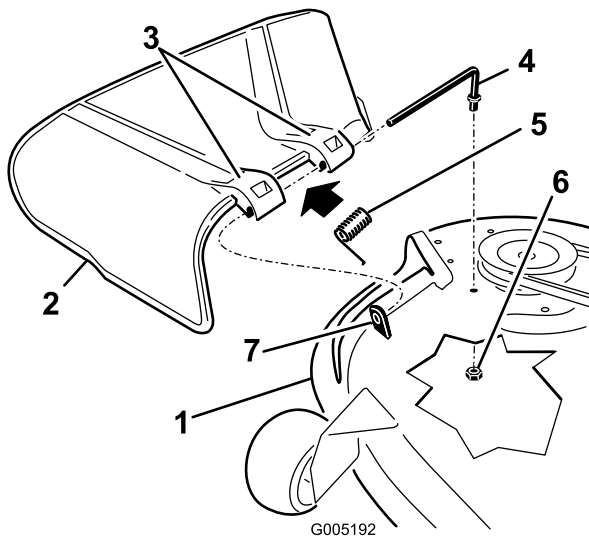

Figure 71
- Repérez les éléments illustrés à la Figure 71.
- Retirez l'écrou (3/8 pouce) de la tige, sous le plateau de coupe (Figure 71).
- Sortez la tige de la courte cheville de positionnement, du ressort et du déflecteur d'herbe (Figure 71). Déposez le déflecteur d'herbe s'il est endommagé ou usé.
- Remettez en place le déflecteur d'herbe (Figure 71).
- Placez le ressort sur la tige, les fils d'extrémité dirigés vers le bas, entre les supports du déflecteur d'herbe. Insérez la tige dans le deuxième support du déflecteur d'herbe (Figure 71).
- Insérez la tige à l'avant du déflecteur dans la courte cheville de positionnement sur le plateau. Fixez l'extrémité arrière de la tige dans le plateau de coupe à l'aide d'un écrou (3/8 pouce) (Figure 71).